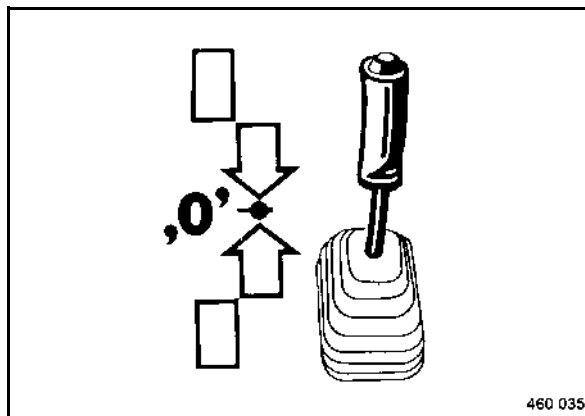

fig. 58
- Ramener lentement le levier de commande de marche (fig. 58) sur position "0". La machine est freinée de manière hydrostatique.